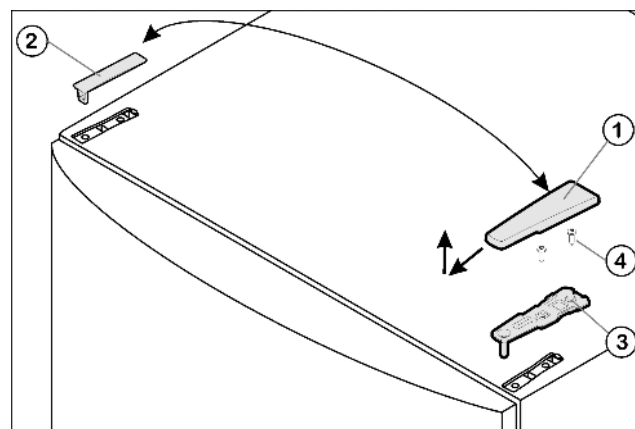

Fig. 4
- ▶ Потяните крышку Fig. 4 (1) вперед и вверх.
- ▶ Снимите крышку Fig. 4 (2).
- ▶ Открутите верхний опорный кронштейн *Fig. 4 (3)* (2 шт. Torx® 25) *Fig. 4 (4)* и вытяните вверх.
- ▶ Установите верхний опорный кронштейн *Fig. 4 (3)* на новой стороне шарнира и защелкните в дверце.
- ▶ Привинтите верхний опорный кронштейн (**с моментом 4 Нм**) (2 шт. Torx® 25) *Fig. 4 (4)*. При необходимости проделайте отверстия или используйте аккумуляторную отвертку.
- ▶ Наденьте и защёлкните крышку *Fig. 4 (1)* и крышку *Fig. 4 (2)* на противоположной стороне снаружи.